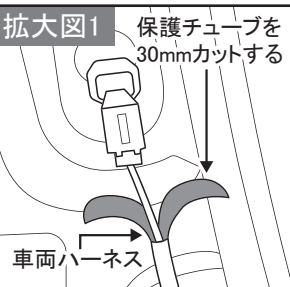

図2
3. 図2・3を参照し、④電源ハーネスユニットのエレクトロタップラベンダーが付いているA【黒線:カーテン接続配線】を車両ハーネスに接続する。
4. 図2を参照し、①LEDランプハーネスを固定したセンターピラーガーニッシュアワーを車両ピラー付近に置き、④電源ハーネスユニットのコネクターと接続する。